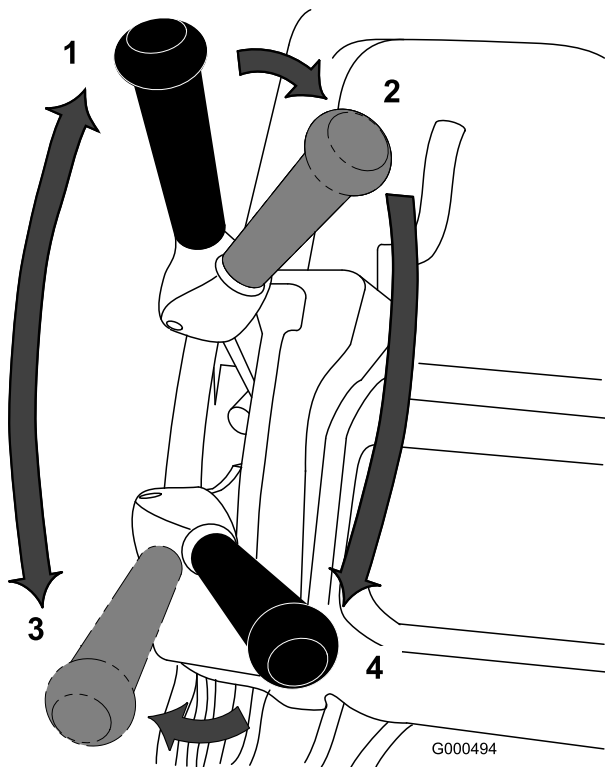

图25
1. 启动发动机，将油门设置为低速，向下推动手柄以提起滚刀组，压低操作员到位控制装置，将牵引杠移至“接合”位置，使除草机行驶到果岭的环圈上（图25）。
2. 将牵引杆移至“分离”位置，然后接合滚刀驱动杆（图25）。
3. 将牵引杆移至“接合”位置，增加油门速度直至剪草机按照所需的地面行驶速度移动，将剪草机推到果岭区，放下剪草机的前端，然后开始剪草（图25）。